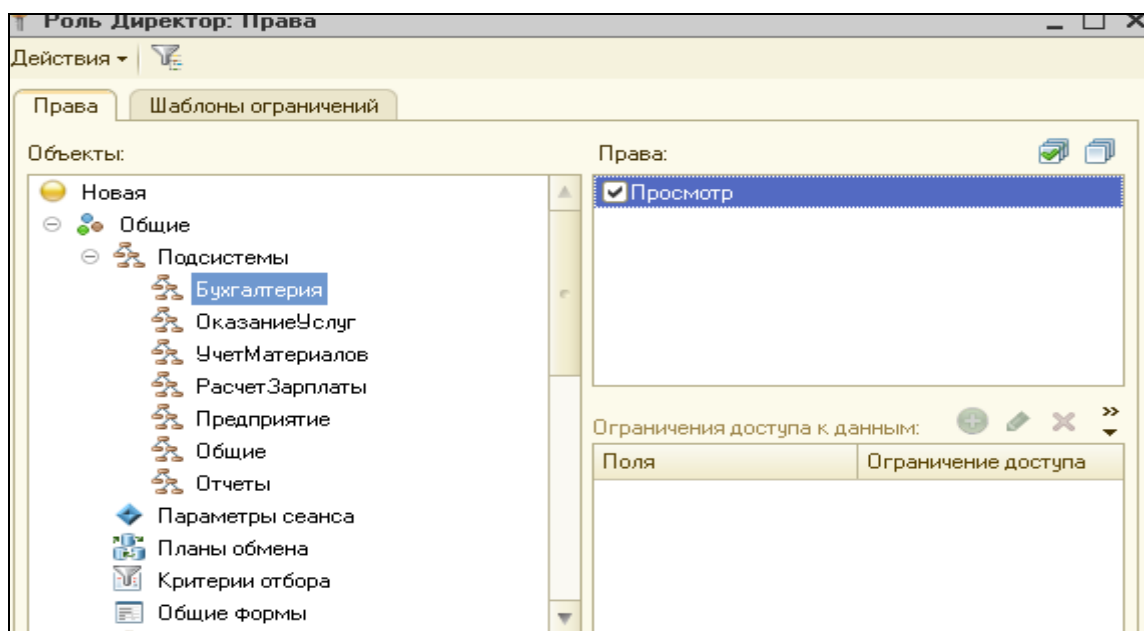

Рисунок 11.3. Настройка права Просмотр подсистем
4. Раскрыть ветвь **Общие**, выделить ветвь **Подсистемы**, отметить право **Просмотр** у всех подсистем, кроме подсистемы **Предприятие**. (рис.11.3).